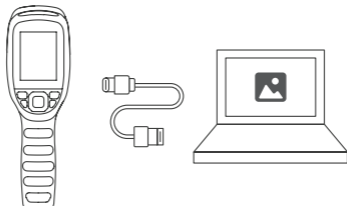

Figura 4.1.1
2. Conecte o TC004 a seu computador com o cabo USB fornecido (veja a Figura 4.1.1).